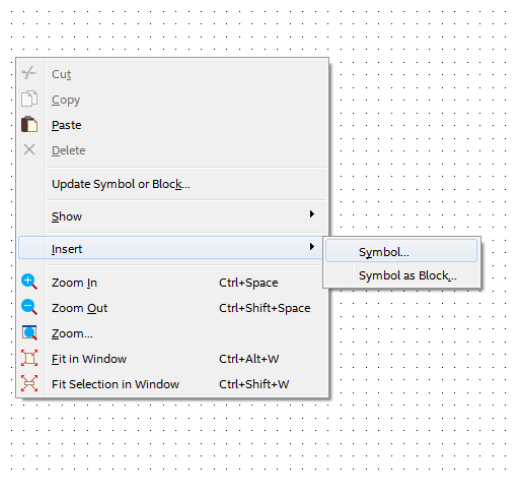

图 2.1
- （2）在原理图编辑器窗口的空白处，双击鼠标左键，或者单击鼠标右键，选择 Insert->Symbol...，弹出元件符号 Symbol 对话框，如图 2.1 所示。在左边 Name 栏内输入元件名称 74148，或者在 Libraries 下面的元件库 others→maxplus II 中找到 74148，如图 2.2 所示，单击按钮 OK。即可将元件调入原理图编辑窗口中，单击左键放置元件。